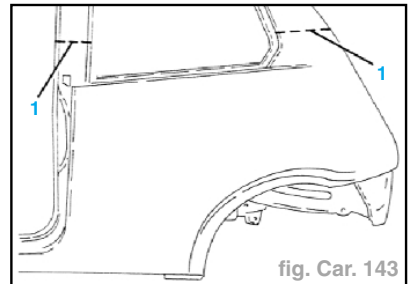

fig. Car. 143
- Tracer les lignes de découpe sur le revêtement de l'aile à la hauteur des deux montants (1) (fig. Car. 143).